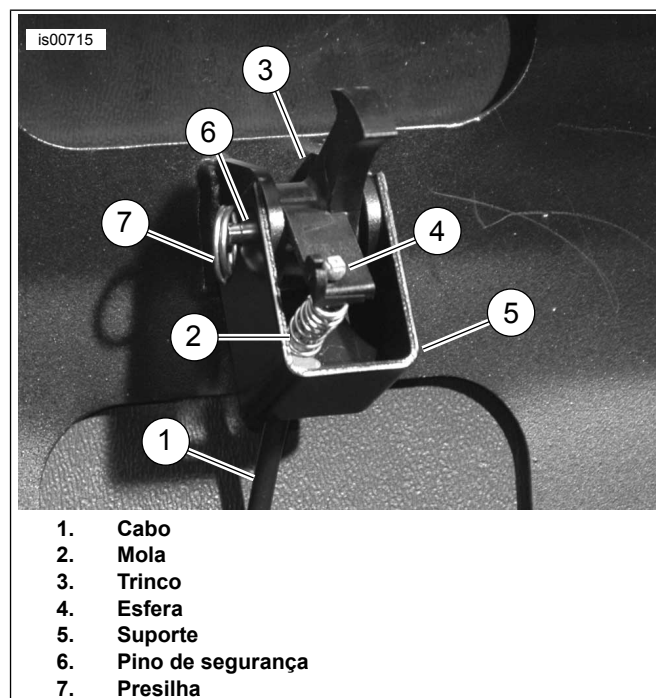
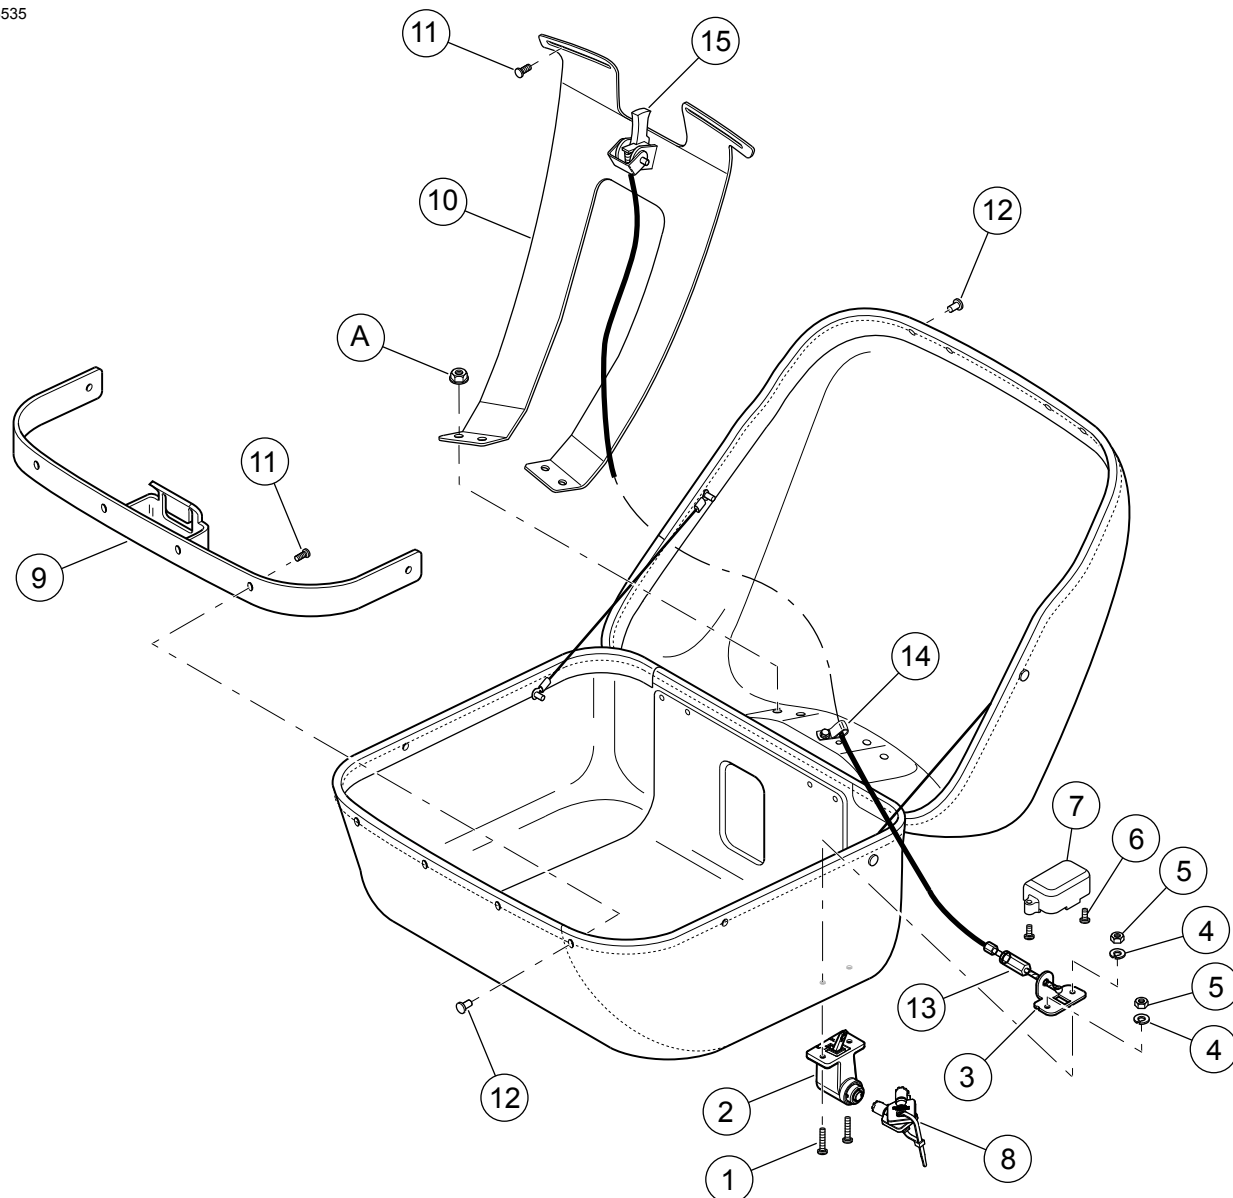

Figura 7. Instalação do kit de mola e trava
Figura 9. Peças de reposição: fechadura para Tour-Pak de couro
Veja a Figura 9 e a Tabela 1.
1. Veja a Figura 9. Posicione o gabarito do conjunto de fechadura (16) no canto dianteiro direito inferior da Tour-Pak e afixe com fita adesiva.
7. Coloque dois parafusos (1) através dos furos de montagem do conjunto da fechadura e para dentro da Tour-Pak.
8. Instale o conjunto de fechadura (2) e a placa de apoio (3) usando duas arruelas de pressão (4) e porcas hexagonais (5) do kit.
9. Usando uma chave de boca sextavada de 4,8 mm (3/16 pol.), remova os dois parafusos (6) e a tampa (7).
5. Veja a Figura 9. Instale a tampa (7) sobre a haste do conjunto da fechadura e a extremidade do cabo usando dois parafusos (6).
1. Veja a Figura 7. Passe a extremidade livre do cabo (1) por dentro da mola (2) e passe o cabo dentro da fenda no trinco (3) para que a esfera na ponta do cabo (4) o mantenha no lugar.
2. Posicione as lingüetas internas do trinco na tampa da Tour-Pak, e as lingüetas externas do suporte (5) do trinco, alinhando os furos. Coloque o pino de segurança (6) nos furos e prenda com a presilha de mola (7).
3. Veja a Figura 9. Coloque a chave (8) no conjunto de fechadura (2) e vire para destrancar, se necessário. Aperte a chave para dentro e verifique se o trinco funciona corretamente. Ajuste o conjunto do cabo se necessário.